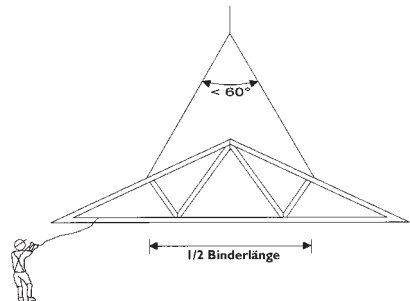

BILD 10: Bewegen mit 2er-Gehänge bei Binderlänge bis ca. 24 m
- Binder mit größerer Spannweite sollten mit steilem 2er Gehänge oder Traverse angeschlagen werden **BILD 10**.